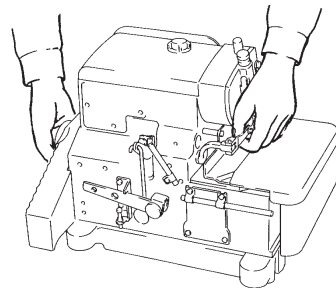

图 . 3
② 搬运
2. 搬运机头时要用右手抓住手轮，左手抓住压脚臂，请务必抓紧（图3）。